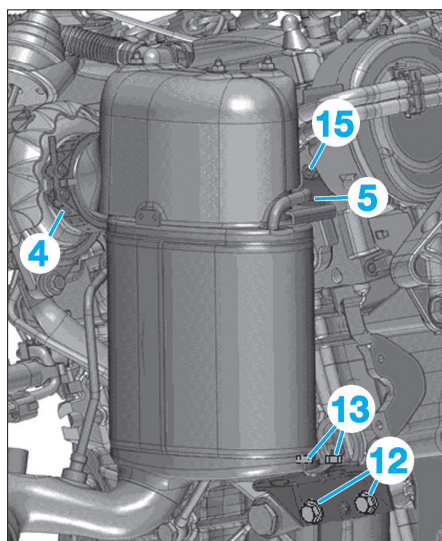

FIG. 126
- reposer le collier de serrage (4) du filtre à particules sur le turbocompresseur sans le serrer (Fig.126),